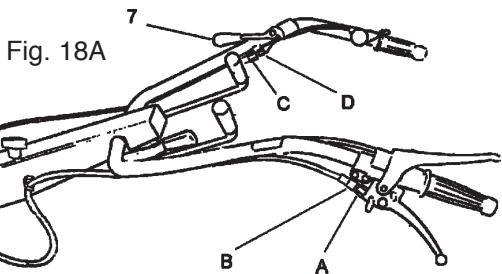

Fig. 18A
- Para variar a registraçao, afrouxar o dado A (fig. 18A).
Controlar periodicamente a folga da manete 7 que tem que ser aproximadamente 6 mm. Para variar a registracão, afrouxar o dado D (Fig. 18A) e apertar ou desapertar o registro C até que a folga seja de 6 mm . Bloquear de novo o dado D .